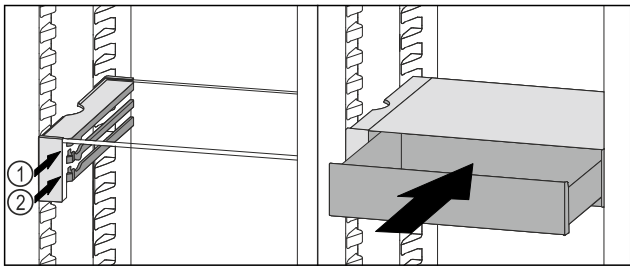

Fig. 111
- ▶ Встановити висувний ящик VarioSafe за стопорами на потрібне ребро Fig. 111 (1) або Fig. 111 (2).